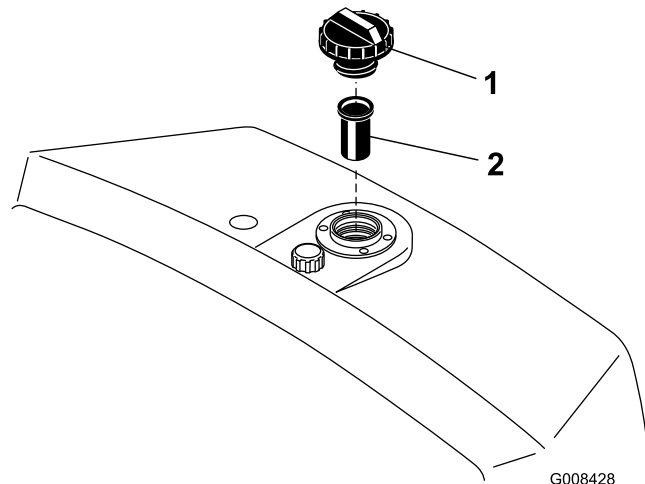

Figura 26
2. Togliete il tappo dal serbatoio e controllate il livello del fluido. Il fluido deve raggiungere la base del filtro presente nel collo del bocchettone di riempimento (Figura 26).